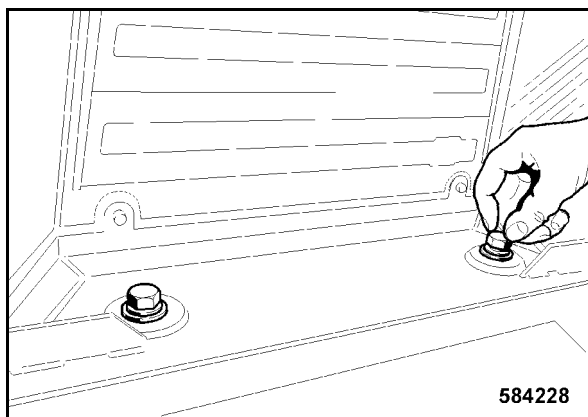

Fig. 174
- Apretar ambos tornillos de fijación (Fig. 174) en la zona trasera de la cabina con la mano.